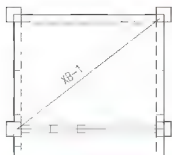

图 5.37 标注配板编号
(1) 执行菜单栏中的【工具】|【查询】|【角度】命令，测得斜线的角度为 38°。
(2) 将【Standard】文字样式设为当前文字样式。启动【单行文字】命令（快捷键 DT）。
① 在指定文字的起点或 [对正(J)/样式(S)]: 提示下，在斜线上方适当的位置单击，来确定文字的起点位置。
② 在指定高度 < 2.5000 >: 提示下，输入“300”，表示字高为 300mm。
③ 在指定文字的旋转角度 0: 提示下，输入“38”后按 Enter 键，表示文字逆时针旋转 38°。
④ 输入“XB-1”，按两次 Enter 键结束命令，结果如图 5.37 所示。